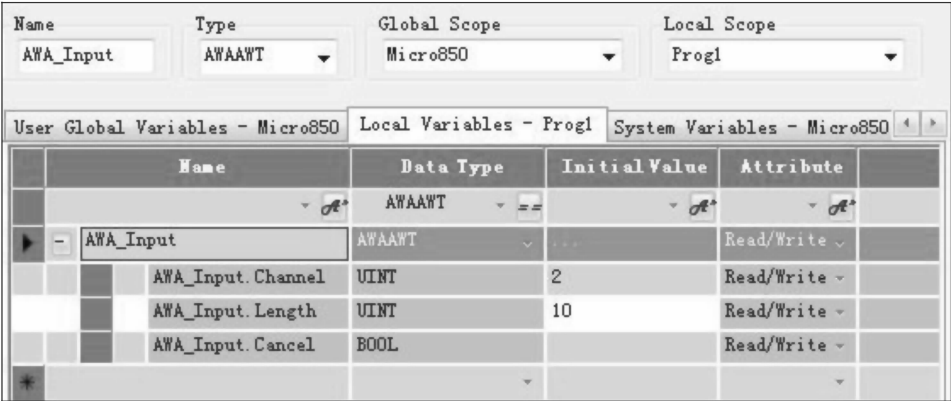

图 9-28 AWA 功能块通道及字符数量设置
- 3) 展开“AWA _Input”变量，设置通道及要发送字符的数量，如图 9-28 所示。